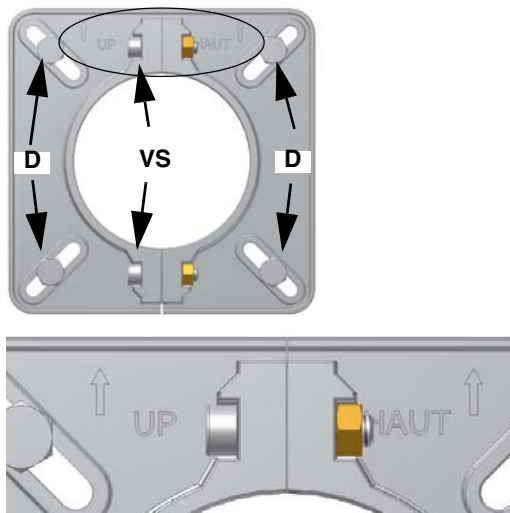

Fig. 3
- 4 según el dibujo referido en la Fig. 3, fijar la brida a los tornillos de unión a la caldera con las tuercas **D**, sin apretarlas completamente